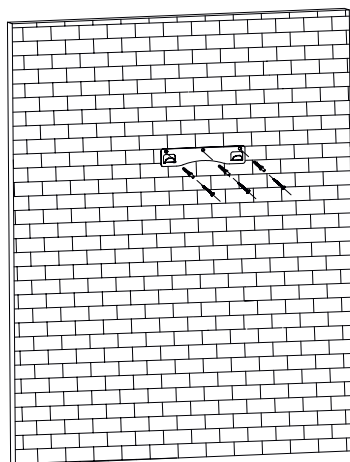

Рис. 9
1. Прежде чем приступить к сверлению отверстий под дюбели в стене необходимо произвести разметку. Разместите на стене планку крепления вытяжки по горизонтали так, чтобы при навесе на нее вытяжки получилось необходимое расстояние до столешницы. Сделайте разметку отверстий крепления планки (рис. 9).
3. Прикрутите установочную планку в просверленные места (рис. 9).
4. Если вытяжка будет работать в режиме отвода воздуха в вентиляционную шахту, то необходимо один конец гибкого воздуховода диаметром 150 мм (в комплект входит гибкий воздуховод длиной 1 м, при необходимости более длинного воздуховода, он приобретается отдельно) одеть на переходной фланец, предварительно промазав место стыковки герметиком, и закрепить его с помощью хомута (приобретается отдельно). (рис. 9)